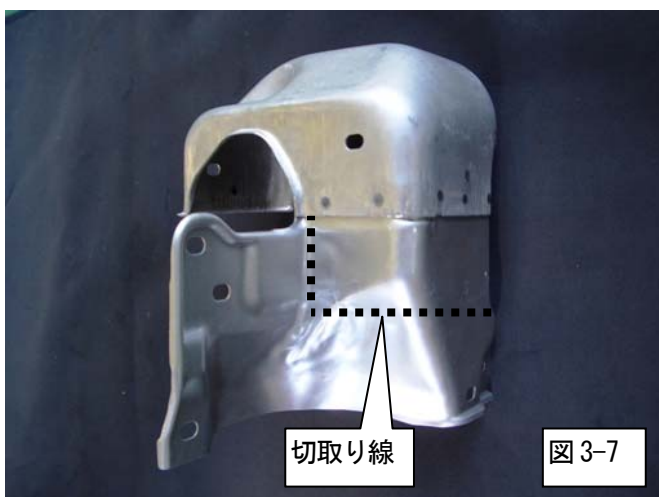

図 3-7
(12) ヒートインシュレーターを图中的切取り線及び指示に従って加工して取付けてください。(図 3-7~図 3-10)